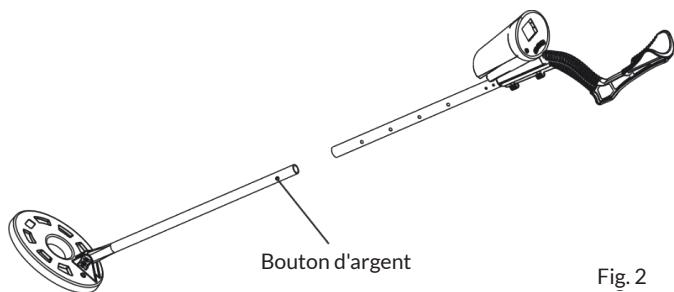

Fig. 2
2. Appuyez sur le bouton argenté de la tige en plastique et poussez la tige en aluminium noire dans la tige en plastique. Dès que le bouton argenté dépasse de la barre noire, vous pouvez utiliser l'appareil. La barre en aluminium noir comporte quatre trous pour vous permettre de régler la longueur des barres de manière à pouvoir garder les bras droits confortablement et que la sonde de recherche soit toujours à environ 1,5 cm du sol (voir figures 2 et 3).